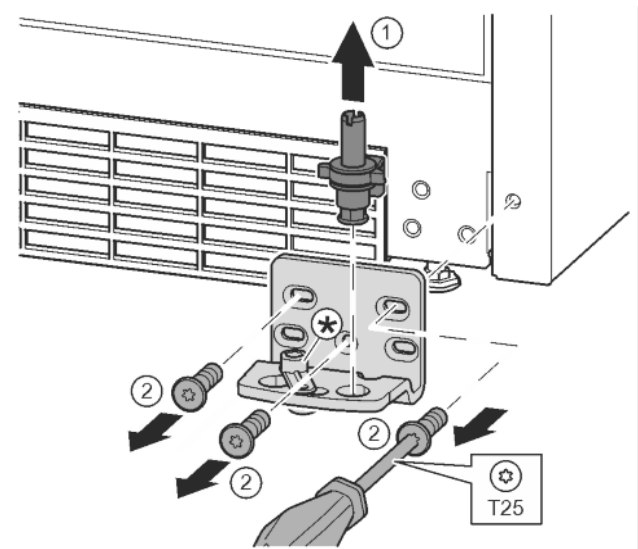

Fig. 13
- ▶ Extrageți complet bolțul de lagăr în sus. Fig. 13 (1)
- ▶ Deșurubați șuruburile cu șurubelnița T25 și detașați suportul de lagăr. Fig. 13 (2)